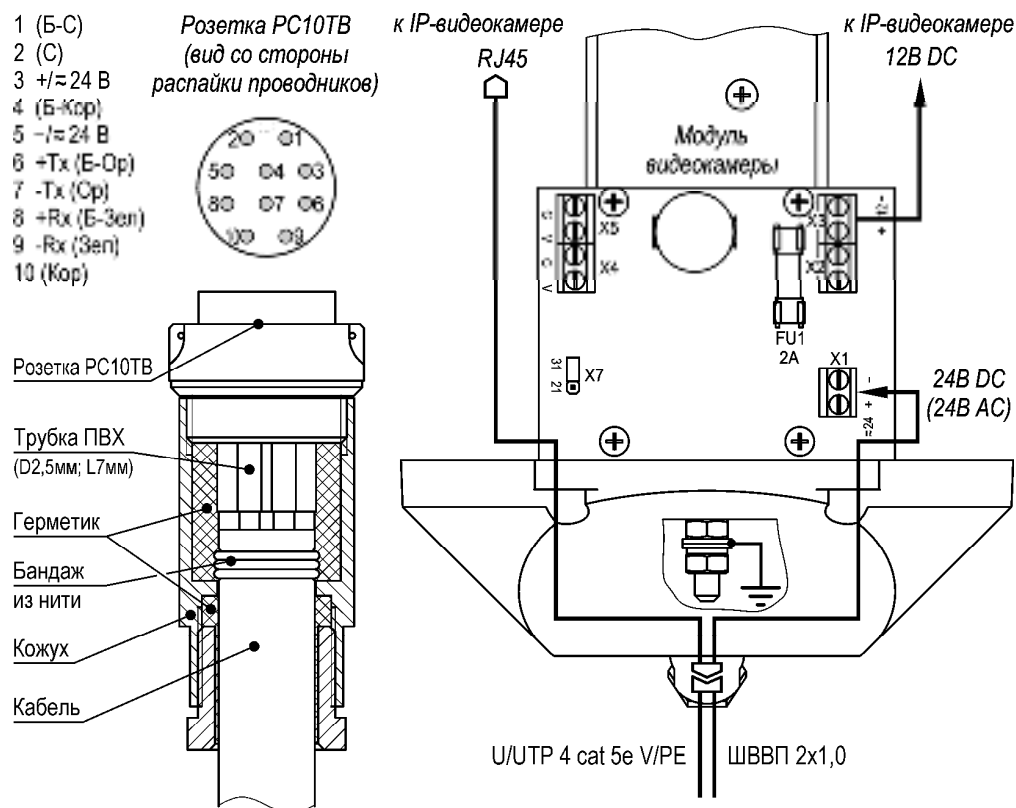

Рис.2 Распайка разъёма PC10TV и схема подключения IP-видеокамеры
1. Распаять ответную часть разъема PC10TV согласно требованиям к электромонтажу в соответствии с рис.2. После распайки разъем заполнить герметиком кремнийорганическим.
5. При необходимости изменить мощность обогрева, выкрутить 4 винта крепления задней крышки гермобокса, выдвинуть модуль видеокamеры из кожуха и установить джампер X7 в нужное положение (рис.2). Установить модуль видеокamеры обратно в кожух. Закрутить 4 винта крепления задней крышки с усилием $5\pm 0,5$ Нм.
Предприятием изготовителем джампер Х7 установлен в положение «31» - мощность обогрева 31 Вт, для изменения мощности на 21 Вт джампер Х7 необходимо переставить в положение «21» (см. рис.2).